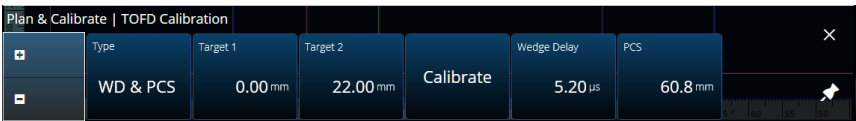

Figura 4-9 Calibração de TOFD — WD e PCS
Na aba **TOFD Calibration** (calibração de TOFD), você pode calibrar o grupo TOFD de modo que as leituras do cursor sejam convertidas em profundidade em vez de tempo. Isso normalmente é feito durante a análise, mas pode ser feito antes. A calibração de TOFD tem um processo simplificado e é feita fora do assistente de calibração. Para acessar as opções de **TOFD Calibration** (calibração de TOFD), vá para **Plan & Calibrate > TOFD Calibration** (planejamento e calibração > calibração de TOFD) (Figura 4-9 na página 196 e Tabela 81 na página 197).
1. Escolha o tipo de calibração (Figura 4-9 na página 196 e Tabela 81 na página 197).